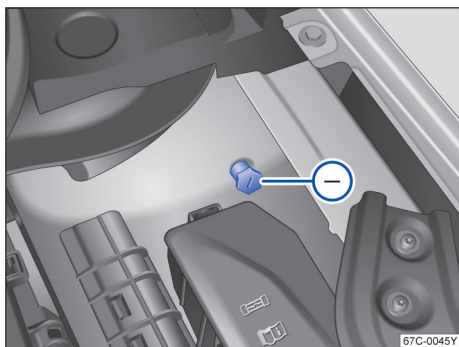

图 122 用于充电器负极连接的接地点
- 将黑色电缆的另一端 X 连接到亏电蓄电池汽车发动机缸体上的螺栓连接金属部件上或发动机舱内的连接点上→图 122，连接点必须尽可能远离亏电蓄电池 A。
在利用外接电源对车辆蓄电池充电时，请勿将充电器的负极接在蓄电池的负极上，必须连接到发动机壳体上或发动机机舱内的接地点处→图 122。